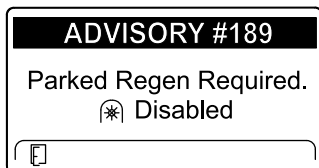

Рисунок 56
- Если вы не выполните стационарную регенерацию в течение 2 часов, дисплей инфо-центра отобразит сообщение «Требуется стационарная регенерация — механизм отбора мощности выключен» — ИНФОРМАЦИОННОЕ СООБЩЕНИЕ № 189 (Рисунок 56).